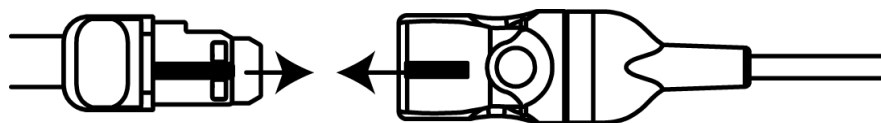

Abbildung 12-13 Anschließen eines Sensors an das Vorverstärkercabel
- 3 Platzieren Sie den Sensoranschluss am vorderen Ende des Sensorkabel-Anschlusses, und richten Sie die Markierungen aneinander aus (Abbildung 12-13).